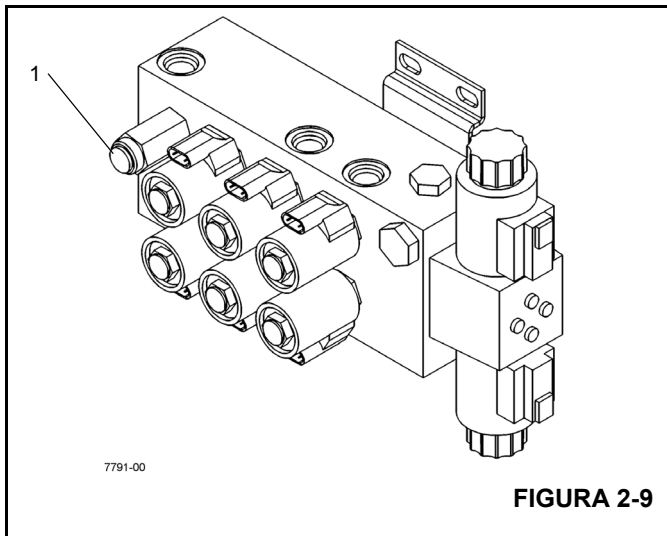

FIGURA 2-9
4. Active la función de extensión para el estabilizador seleccionado. Ajuste la presión de alivio a $6895 + 345/-0$ kPa ($1000 + 50/-0$ psi). La válvula de alivio (1) para el circuito del estabilizador está ubicada en el colector del control de estabilizadores delanteros (Figura 2-9). Quite la tapa de la válvula de alivio para acceder al tornillo de ajuste.